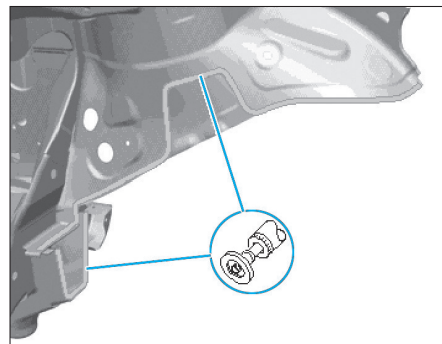

FIG. 27
- Préparer les zones d'accostage, éliminer entièrement les restes de colle et poncer à nu les surfaces de collage (Fig.27).